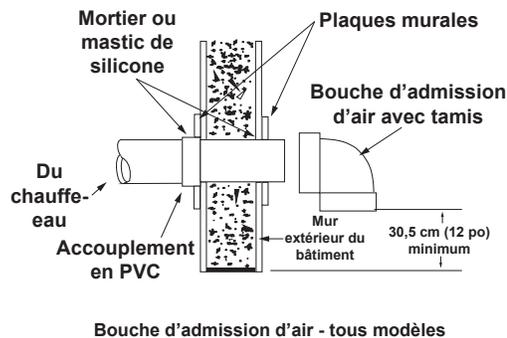

Figure 20. Installation à extrémités murales
8. Couper une ou plusieurs longueurs de tuyau à installer de 8,9 cm (3,5 po) à 24,1 cm (9,5 po) plus longues que l'épaisseur du mur au niveau de l'ouverture. Voir **Figure 20**.
11. En travaillant de l'extérieur, enfiler le tuyau et la ou les bouches assemblées aux étapes précédentes à travers le mur. S'assurer de diriger la ou les bouches vers le sol. Voir **Figure 20**.
15. Poser un accouplement à l'extrémité du ou des tuyaux à l'intérieur du bâtiment. Avant que le mastic silicone n'ait eu le temps de prendre complètement, sortir du bâtiment et s'assurer que la ou les bouches d'évacuation sont toujours dirigées vers le sol. Voir **Figure 20**.